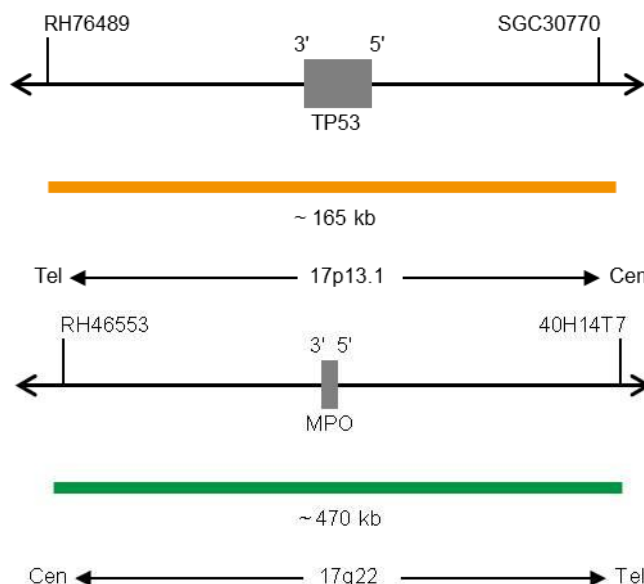

Fig. 1: Cima: SPEC TP53 Mapa da sonda; Baixo: SPEC 17q22 Mapa da sonda (sem escala)
- Polinucleótidos (~4.5 ng/μl) com marcação ZyOrange (excitação 547 nm/emissão 572 nm), dirigidos ao mapeamento de sequências alvo em 17p13.1* (chr17:7,495,749-7,663,022) contendo o gene TP53 (ver Fig. 1).
- Polinucleótidos (~10.0 ng/μl) com marcação ZyGreen (excitação 503 nm/emissão 528 nm), dirigidos ao mapeamento de sequências alvo em 17q22* (chr17:56,124,338-56,594,220) (ver Fig. 1).